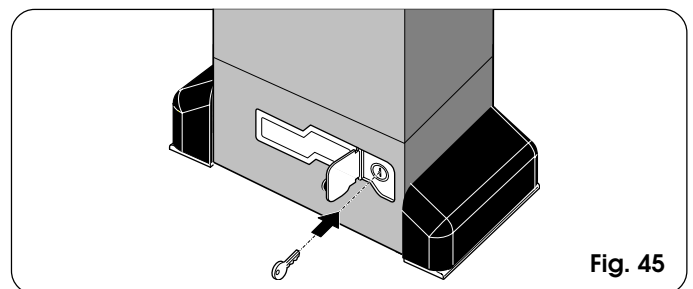

Fig. 45
- 1) Ouvrir le capot de protection et introduire dans la serrure la clé spécifique fournie (Fig. 45).